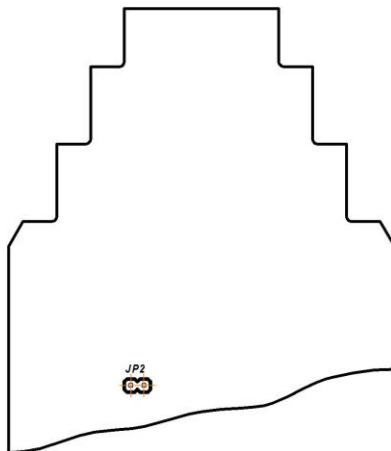

Рисунок 4.5 – Положение перемычки JP2 на плате модуля (корпус модуля снят)
4.3.6.1 Обесточить модуль, снять с шины и установить перемычку JP2 (рис. 4.5), после чего установить модуль обратно на шину. Модуль перейдет в режим конфигурации сетевых настроек, о чем будет свидетельствовать мигание светодиода "PWR" на передней панели прибора.